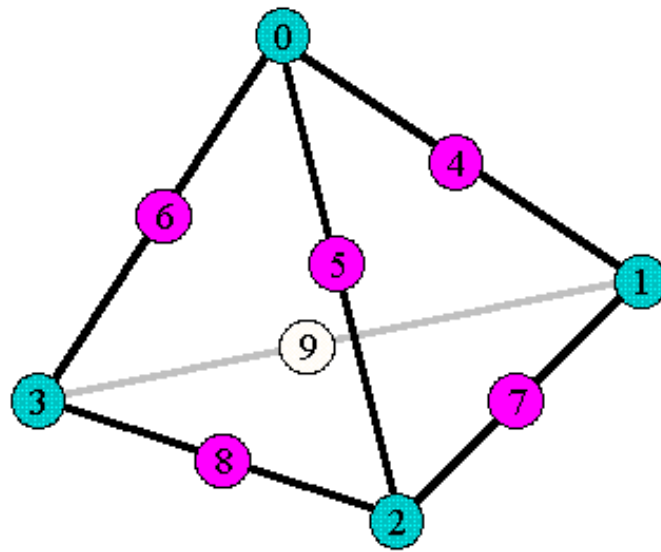

図 6.3-1 四面体メッシュの節点コネクティビティ
- ・メッシュのコネクティビティについては 図 6.3-1 を参照してください。